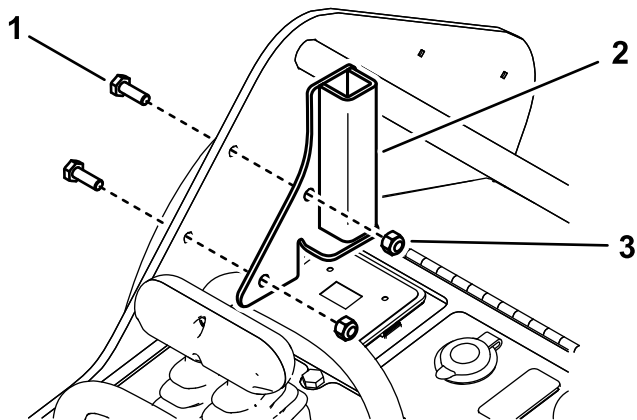

Figure 7
3. Fixez le support gauche au cadre gauche à l'aide de 2 boulons (1/4" x 3/4") et 2 contre-écrous (1/4"), comme montré à la Figure 7.
4. Fixez le support droit au cadre droit à l'aide de 2 boulons (1/4" x 3/4") et 2 contre-écrous (1/4"), comme montré à la Figure 7.